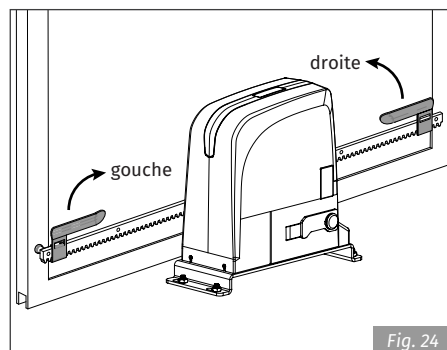

Fig. 24
- 4 • Les plaques de fin de course doivent être installés comme indiqué sur la Fig. 24.